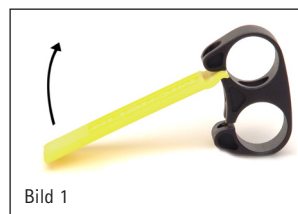

Bild 1
- Hebeln Sie mit einem Kunststoff-Reifenmontierhebel die Verbindungsklemmen um ca. 1-2 mm auf (Bild 1) und schieben Sie diese auf Vorbau und Lenker bis an die beiden Centerringe.